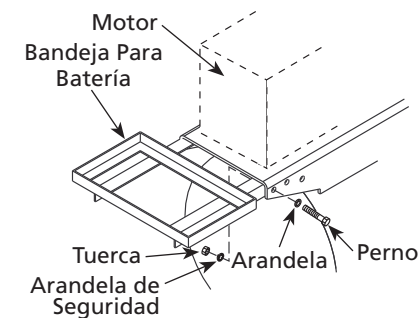

Figura 1 - Montaje de la Bandeja
1. Instale la bandeja para batería sobre la placa de asiento del compresor, usando los accesorios provistos (ver Figura 1).